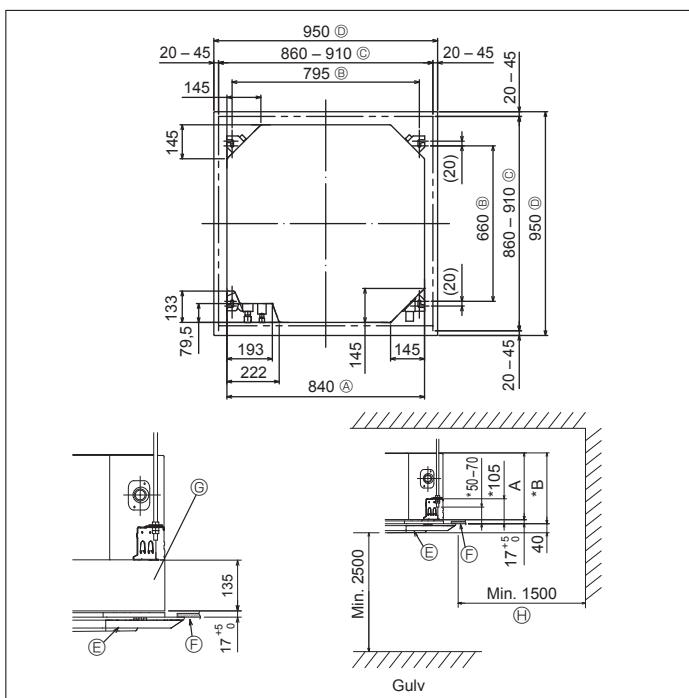

Fig. 3-2
3.2. Takåpninger og installasjonssteder for opphangsbolt (Fig. 3-2)
- * Dimensjonene på takåpningen kan reguleres innenfor området vist i Fig. 3-2; så sentrer hovedenheten i åpningen i taket, mens du påser at de respektive motsatte sidene på alle sider av klaringen mellom dem blir identiske.